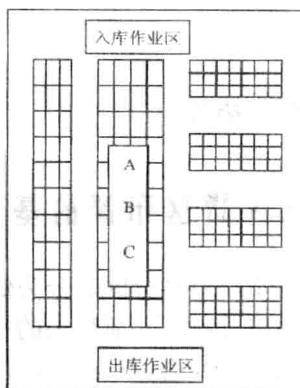

图1-5 纵横式布局
3) 纵横式布局(见图1-5)是指在同一保管场所内，横列式布局和纵列式布局兼而有之，可以综合利用前两种布局的优点。